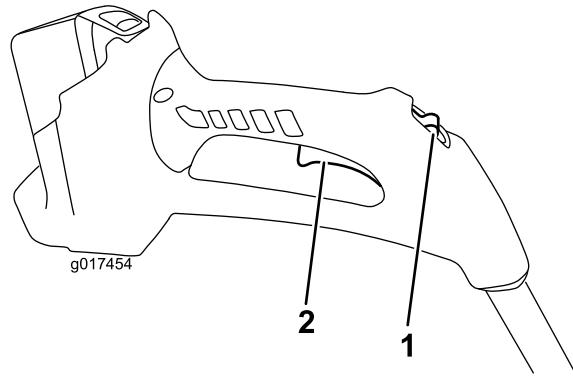

Figure 8
4. Repousssez le commutateur de verrouillage à la position de Marche, puis serrez la poignée d'actionnement (Figure 8).